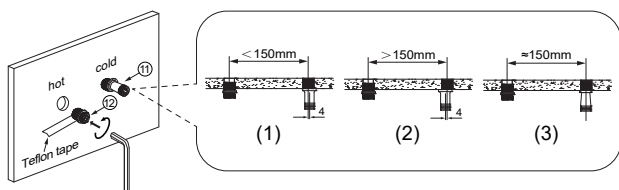

Figura 1
- Instale y ajuste el conector curvo (Figura 1). Envuelva la cinta de teflón en sentido contrario a las agujas del reloj en la rosca del extremo G1/2 del conector curvo. Conecte el conector curvo a la tubería de agua fría. Gire y ajuste el conector curvo para asegurarse de que la distancia entre el centro de la tubería de agua caliente y el centro del conector curvo es de 150 mm.